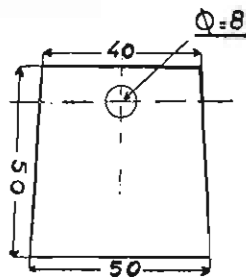

Fig. 46. — Plaquette de renfort.
• Faire deux plaquettes de renfort en tôle de 1,5 mm aux cotes d'ébauche de la figure 46), puis les ajuster de façon à obtenir un dépasement de 3 mm de chaque côté du support, et leur faire épouser la forme.